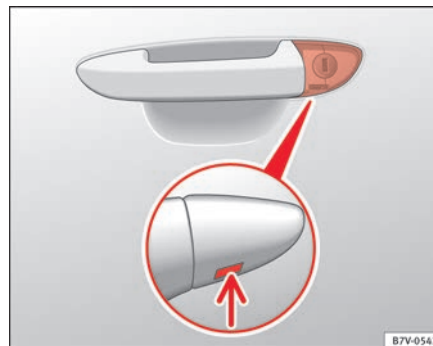

Abb. 188 Türgriff an der Fahrtür: verdeckter Schließzylinder.
- Schlüsselbart am Fahrtürgriff von unten in die Öffnung der Abdeckkappe stecken ⇒ Abb. 188 (Pfeil) und Abdeckkappe von unten nach oben abheben.